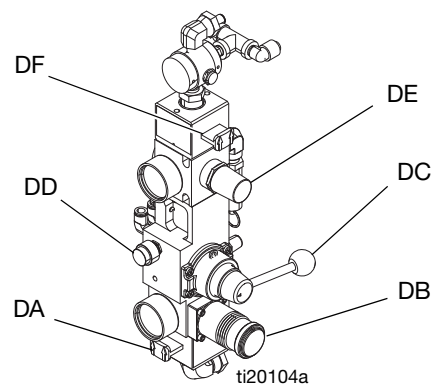

FIG. 32: Controles de la bomba de alimentación
- Ponga la válvula deslizante de aire principal (DA) y la válvula deslizante del motor neumático (DF) en posición OFF. Consulte la FIG. 32.
- i. Mueva hacia atrás la perilla del regulador de aire (DB) y baje la válvula directora del empujador hidráulico (DC).
- j. Ajuste poco a poco el regulador de aire (DB) para aumentar la presión de aire hasta que el empujador hidráulico comience a bajar. Utilice el regulador de aire para ajustar la velocidad del empujador hidráulico.
- l. Ajuste el regulador de aire (DB) para aumentar la presión de aire hasta que el empujador hidráulico presione dentro del cubo. Monte la varilla de cebado cuando empiece a salir fluido por el orificio de la varilla de cebado.
- m. Con el plato presionando el fluido, ponga la válvula deslizante del motor neumático (DF) en posición ON. Consulte la FIG. 32. La bomba de alimentación comenzará su ciclo de funcionamiento. Continúe bombeando hasta vaciar el cubo o hasta que se haya añadido al tanque la cantidad deseada de fluido. Ponga la válvula deslizante del motor neumático (DF) en posición OFF para detener la bomba de alimentación.
- n. Para sacar el plato del cubo, presione la válvula de descarga (DD) y levante la válvula directora. La bomba de alimentación empujará aire presurizado en el cubo para retirarlo del plato. No deje que el cubo salga del bastidor. Si lo hace, baje el plato y vuelva a intentarlo.